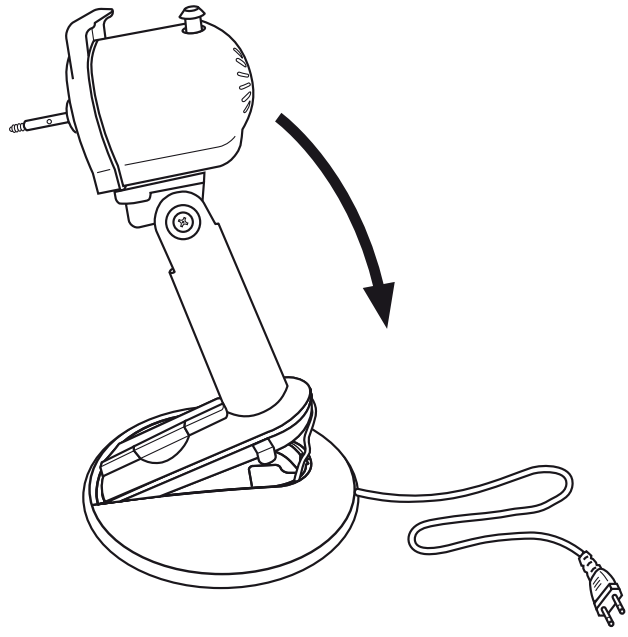

Fig. 1
1. Passer le câble d'alimentation à travers la base du ventilateur. (Fig. 1)
2. Monter le pied support du moteur sur la base du ventilateur, en le plaçant dans les rainures situées à l'avant et en exerçant une pression sur les clips de fixation à l'arrière. (Fig. 1)
3. Faire passer le câble d'alimentation dans la rainure se trouvant en dessous de la base afin d'assurer la stabilité du ventilateur. (Fig. 1)